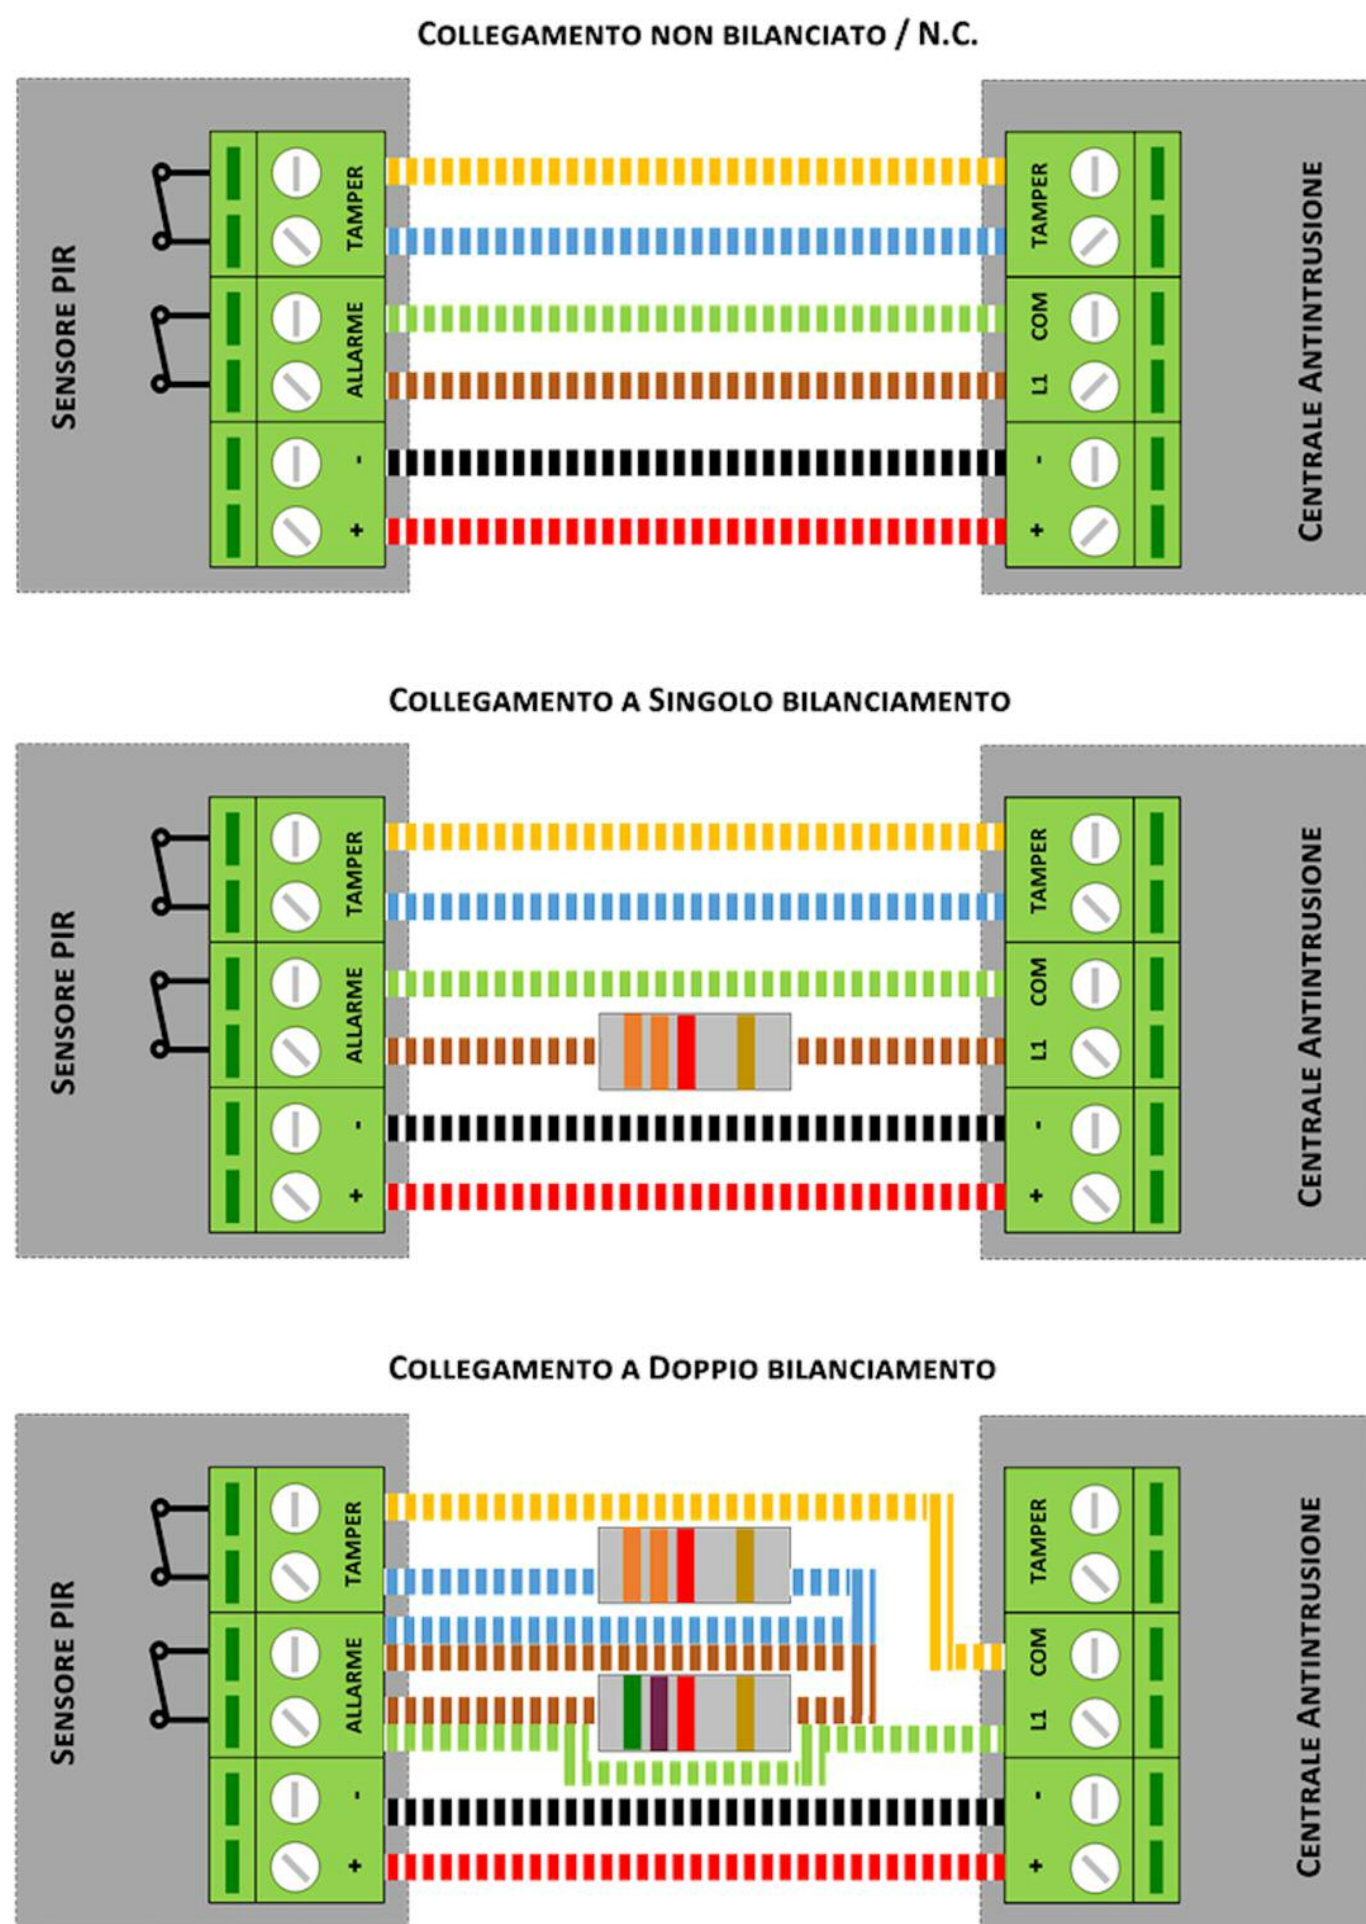

Figura 1: Tipologie di collegamento dei sensori ad una centrale antintrusione
- *a doppio bilanciamento*, il contatto di allarme e il contatto di antimanomissione (tamper) vengono collegati in serie tramite una resistenza, infine una resistenza di fine linea viene utilizzata per il bilanciamento: ciò comporta la concentrazione di entrambi i segnali su un'unica coppia di conduttori (giallo e verde in Figura 1);
In figura 1 sono rappresentate le prime tre condizioni sopra elencate.